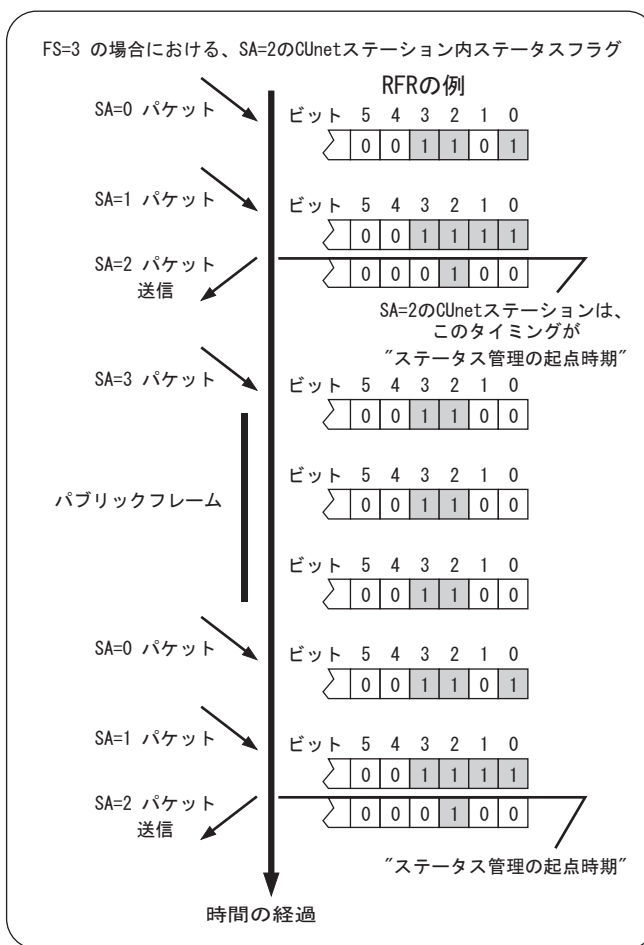

図 4.13 ステータス管理の起点時期
MKY40においては、継続的タイムシェアリングのサイクルの推移に応じたリアルタイムな状態が、RFR および LFR のステータスに反映されます。このため、自己ステーションのステーションアドレス (SA) と一致するステーションタイム (ST) の先頭時期が、“ステータス管理の起点時期”です(図 4.13 参照)。RFR および LFR のステータスは、1回のサイクル毎に管理されます。このため“4.5.8 割込みトリガ発生に連動するレジスタのフリーズ”に記述されている特例を除き、ステータス管理の起点時期に RFR と LFR は“0”へクリアされます。ただし、自己ステーションの占有エリアに対応する RFR および LFR のビットは常に“1”です。